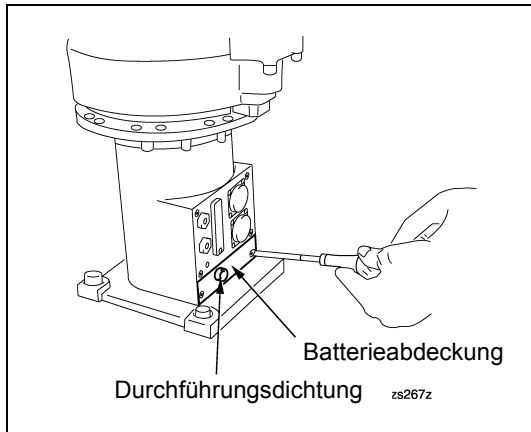

Abbildung 2-36
- (1) Entfernen Sie die Batterieabdeckung und Durchführungsichtung von der Robotereinheit. (Siehe Abbildung 2-36.)